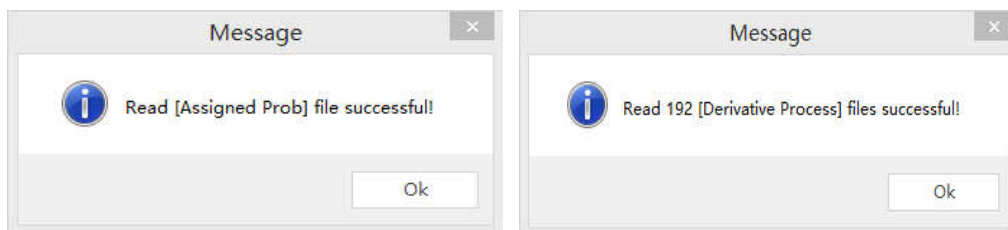

图 2.6 文件导入成功提示框
- (1)文件导入：在菜单块 Model Data 下的 File Streams 里，分别点击文件输入按钮（浅蓝色、内有“...”的方框），选择赋得概率文件和确定性分析结果文件(Shift 键可多选)，系统弹出图 2.6 的消息框则说明导入成功（这一例子是成功读取 Demo 文件夹中提供的数据之后显示的结果）。